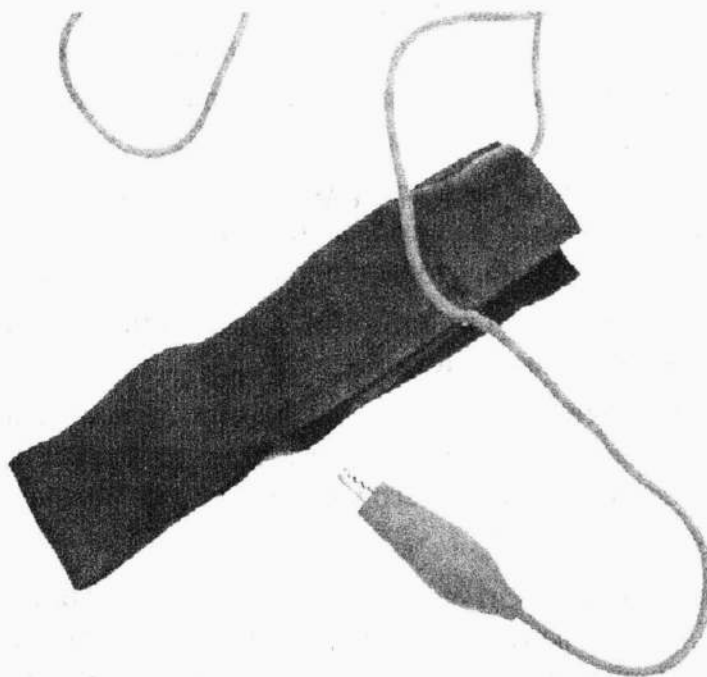

Рис. 8.6. Антистатический браслет помогает стягивать статическое электричество с тела на землю
- ✓ Всегда, когда возможно, рекомендуется носить антистатический браслет. Провод от браслета следует заземлить, и тогда заряд будет стекать с тела на землю. Одна из множества модификаций подобных браслетов изображена на рис. 8.6.